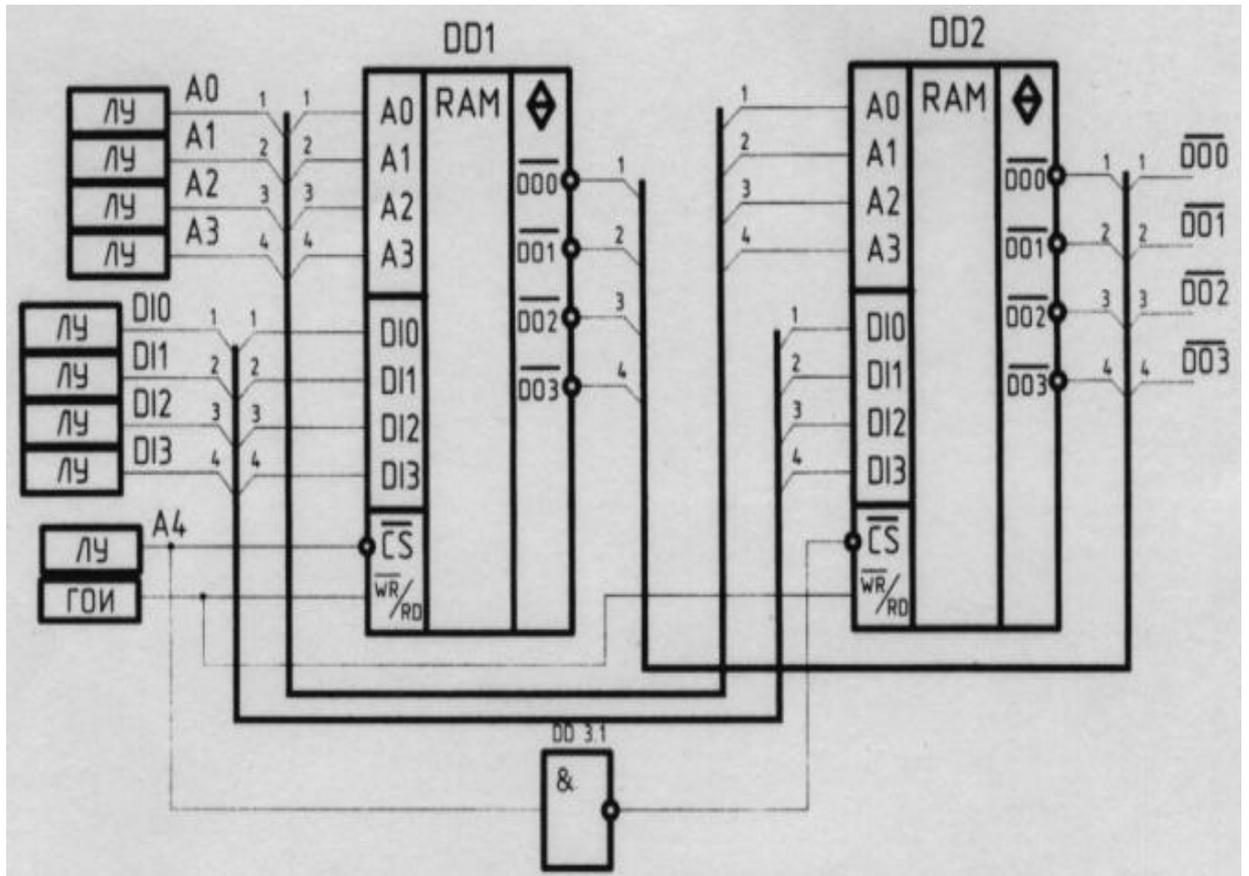

Рис. 1. Нарращивание количества ячеек памяти ОЗУ
- исследуется наращивание количества ячеек памяти (рис. 1);